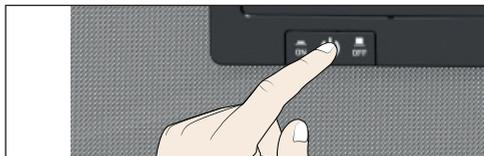

Fig. 23 Desligar o aparelho
3. Desligar o aparelho no interruptor principal (Fig. 23).